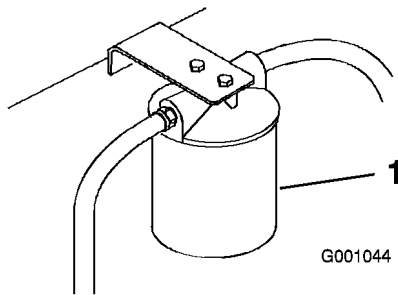

Figura 71
3. Collocate una bacinella di spurgo sotto il filtro, togliete il filtro usato e pulite la guarnizione di riduzione del filtro (Figura 71).